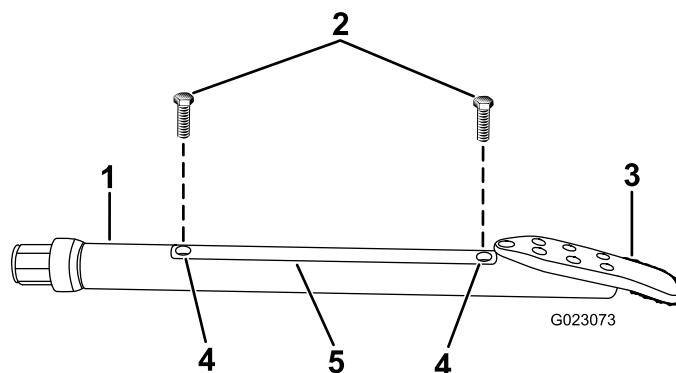

Figura 73
2. Solte os parafusos de fixação da tampa do alojamento e retire a tampa (Figura 73).
- Instale a tampa do alojamento e fixe-a com os parafusos (Figura 73).